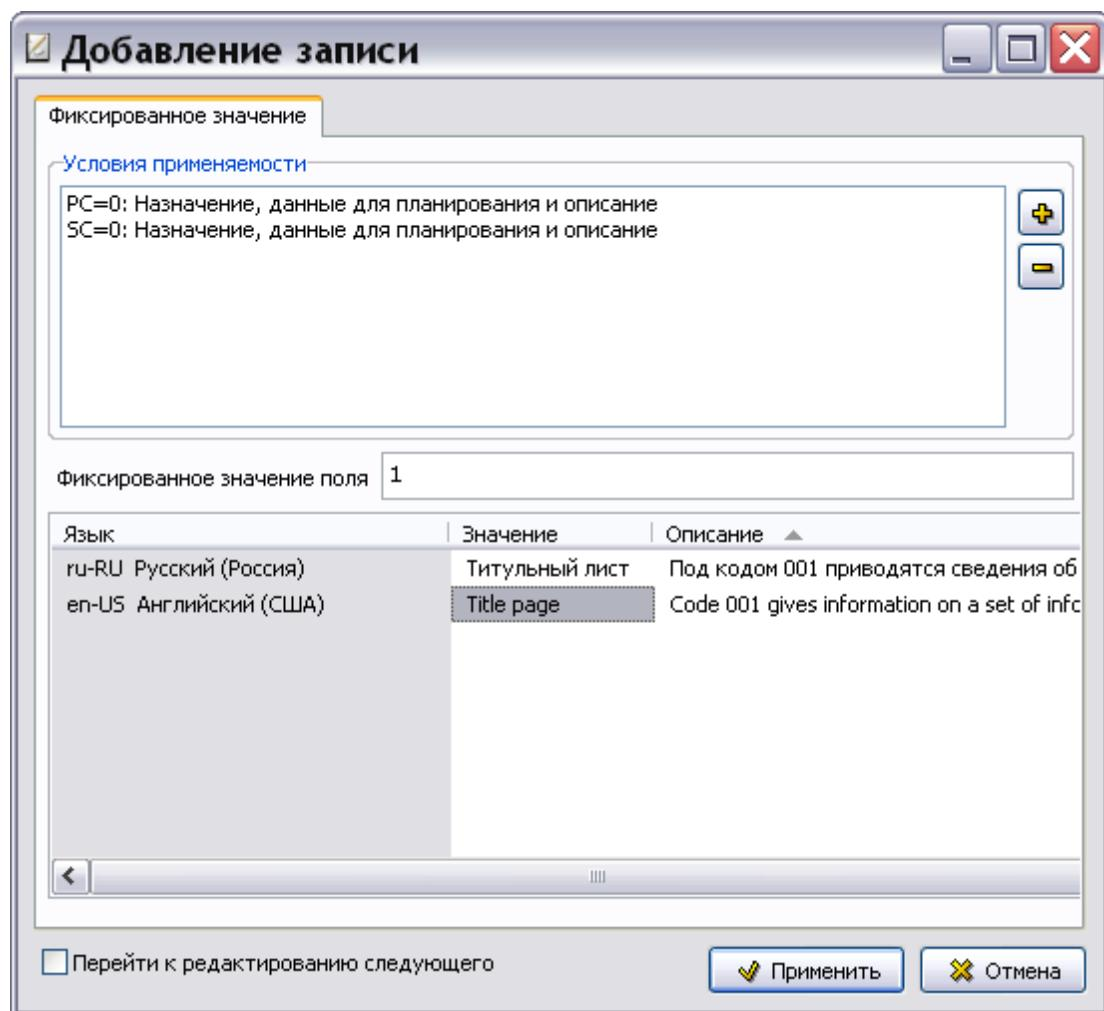

Рис. 2.41
10. Заполните остальные поля окна **Добавление записи** для фиксированного значения как показано на Рис. 2.41. Данные для заполнения остальных полей диалогового окна **Фиксированное значение** берутся из стандарта ASD S1000D (2.8).